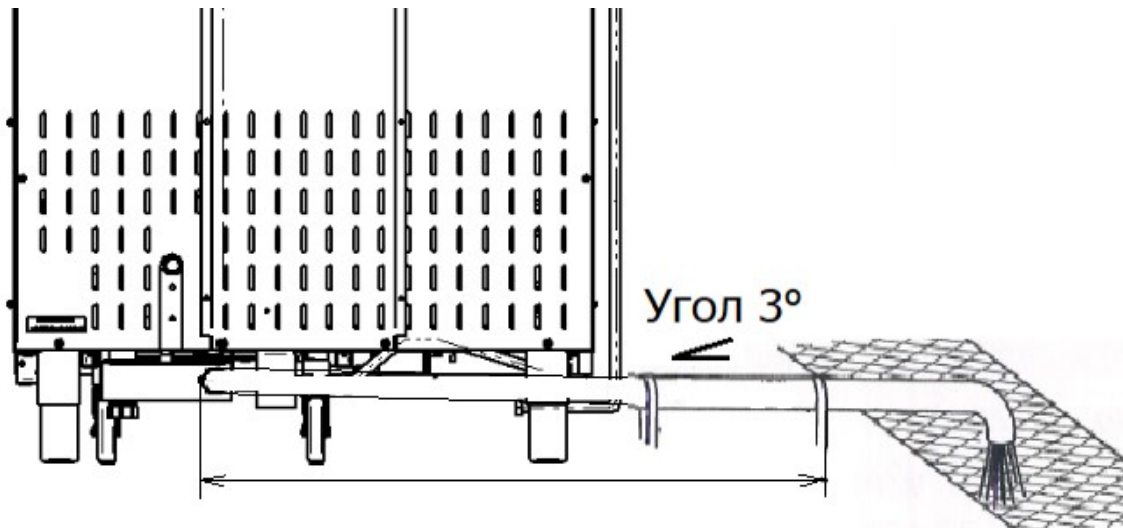

Рис.7 Подключение пароконвектомата к канализации – слив в трап.
- канализация для подключения пароконвектомата одним из способов подключения указанными на рис. 7...9;